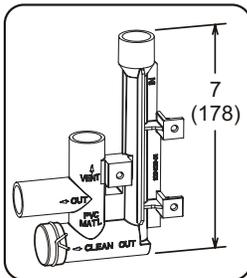

FIGURA 43
Instale la tapa sobre la abertura de limpieza en la base de la trampa. Sujétela con una abrazadera. Ver FIGURA 43.
- 3 - Instale la trampa de drenaje con los accesorios de PVC apropiados y aplique pegamento a todas las uniones. Aplique pegamento a la trampa de drenaje proporcionada como se muestra en la FIGURA 43. Dirija la línea de condensado a un drenaje abierto.